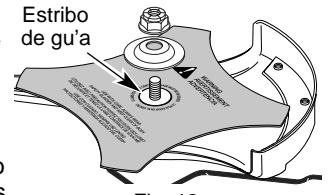

Fig. 12
5. Verifique que la cuchilla de corte esté centrada en el estribo de gu'a y quede plana contra el buje del eje de salida (Fig. 12).